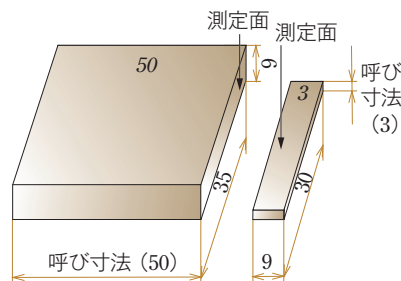
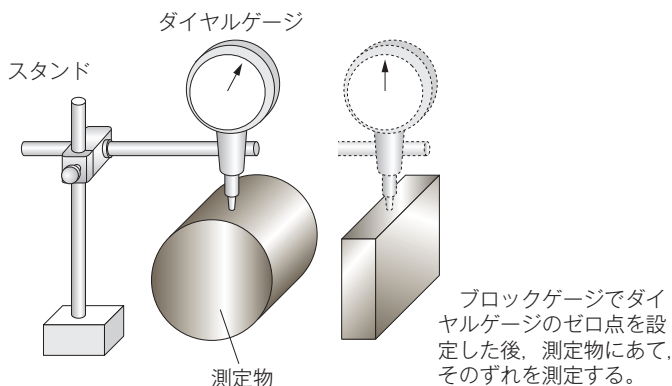

図 15 ブロックゲージの例
図17 比較測定の例
測定例としては、円筒形の工作物のふれ^②の測定や、ブロックゲージ^③ (図 15) のような基準となる寸法と、工作物の寸法とのずれの測定がある (図 17)。
耗性の大きい焼入れ鋼やセラミックスなどが用いられる。図15の
数のブロックゲージを密着^②させて所要の寸法にする。図17にブ